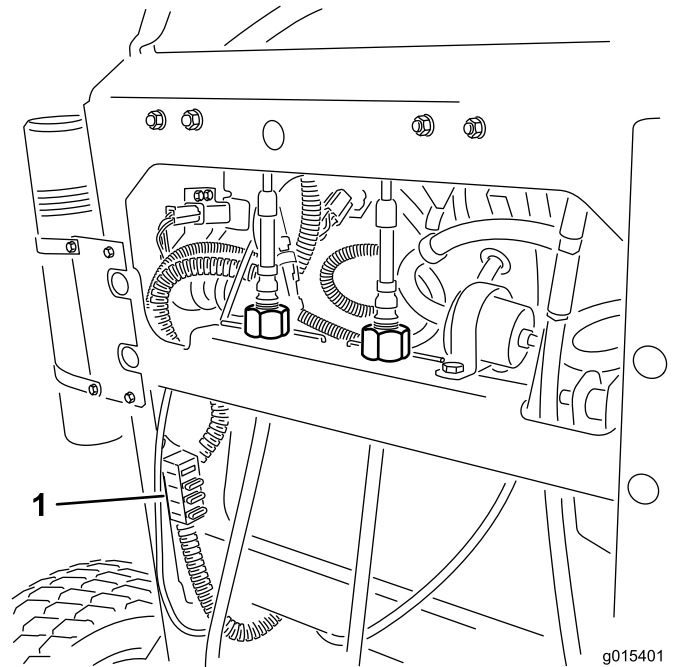

Figure 55
2. Tirez le fusible pour le sortir ou le remplacer (Figure 55).
Remarque: Veillez à utiliser un fusible du bon calibre avec le fil de la couleur appropriée, comme illustré à la Figure 55